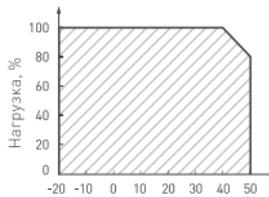

Рис. 2. Максимальная допустимая нагрузка, % от мощности источника
- Не нагружайте источник питания более 80% от его максимальной мощности. Учитывайте, что с повышением температуры окружающей среды максимальная мощность источника питания снижается, см. график зависимости на рис. 2.